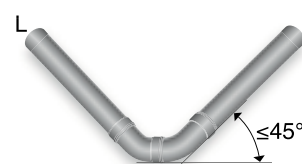

Fig. 16
- Liggande ledning (L) ska anslutas till liggande ledning med grenrör med vinkel $\alpha \leq 45^\circ$. Se fig. 16.
- Riktningssändring på liggande ledning (L) ska utföras med en eller flera böjar med största vinkel $\alpha \leq 45^\circ$.